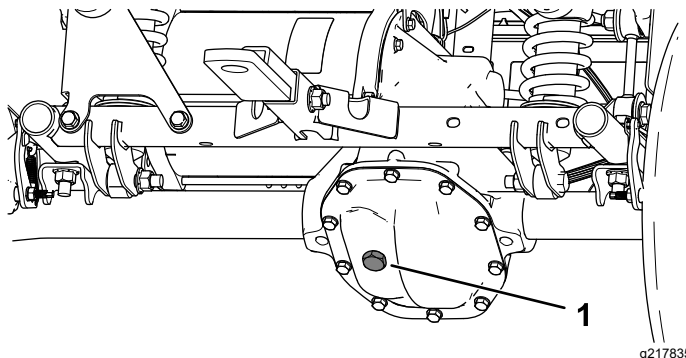

Figure 50
4. Enlevez le bouchon de remplissage de la boîte-pont (Figure 50).
5. Si le niveau de liquide est trop bas, enlevez le bouchon de remplissage et ajoutez le liquide spécifié jusqu'à ce qu'il ressorte par l'orifice (Figure 50).
4. Retirez le bouchon de remplissage de la boîte-pont et remplissez celle-ci avec le liquide spécifié jusqu'à ce qu'il ressorte par l'orifice de remplissage (Figure 50).